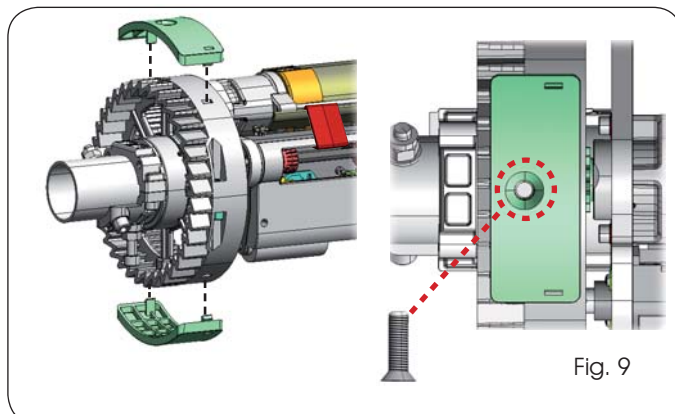

Fig. 9
10. Si au chapitre 1.2 on a mesuré un diamètre des poulies d'enroulement de 220 mm, insérer les adaptateurs de la couronne, d'après la Fig. 9. Embrayer les adaptateurs dans les logements sur la couronne. Visser la vis à tête fraisée pour fixer solidement l'un des deux adaptateurs à la couronne tandis que le second sera fixé avec la vis à tête arrondie pour l'ancrage du rideau.